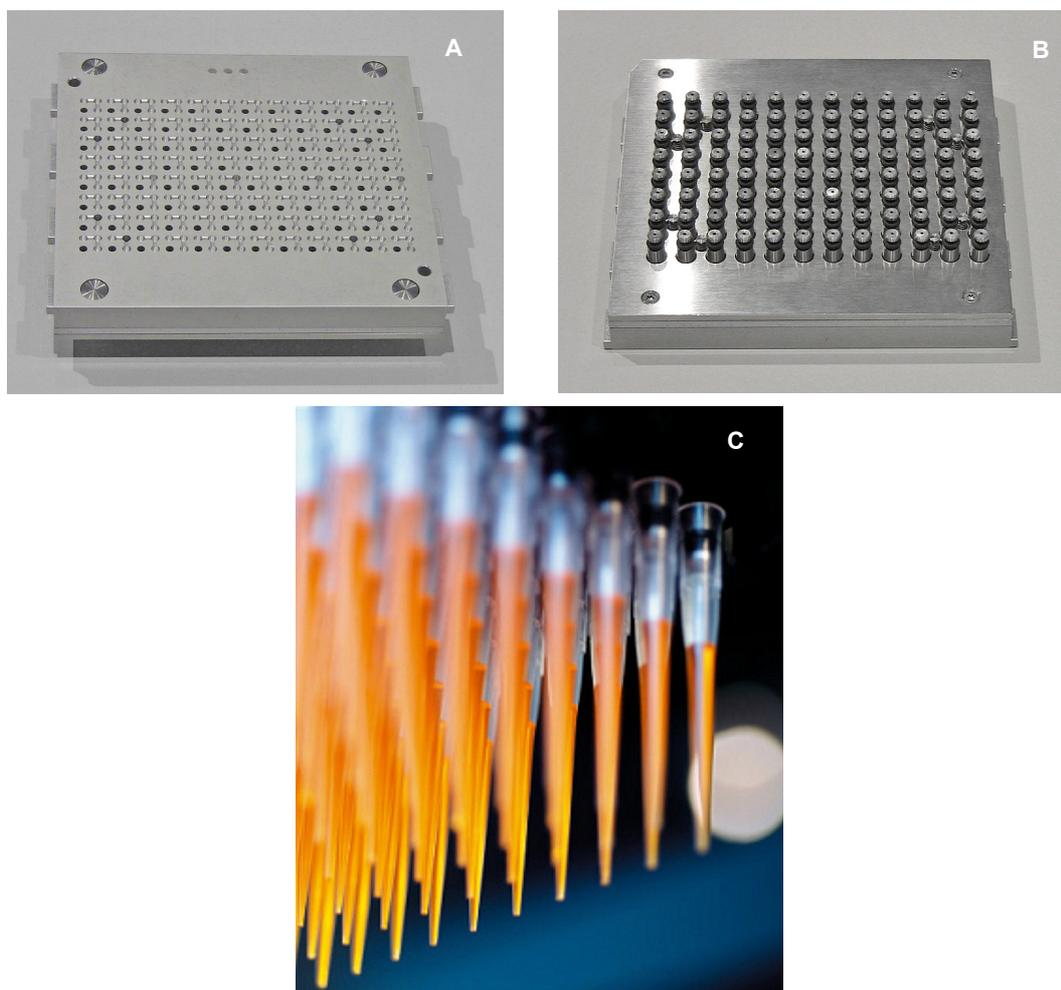

Fig. 4-40 Adaptateur DiTi 1to1 MCA384
- « Adaptateur 96 embouts en acier 15 µl MCA384 », Fig. 4-40